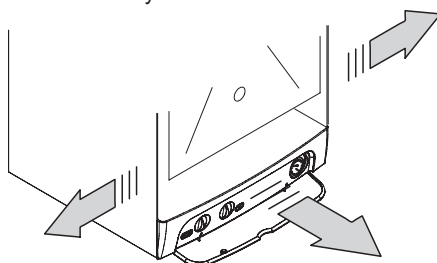

Рисунок 5.18
- Сместите боковые панели и потяните вперед панель управления, чтобы получить доступ к клеммной колодке электропитания Рисунок 5.18.